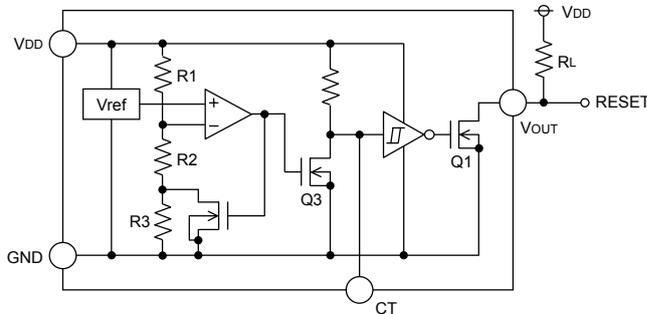
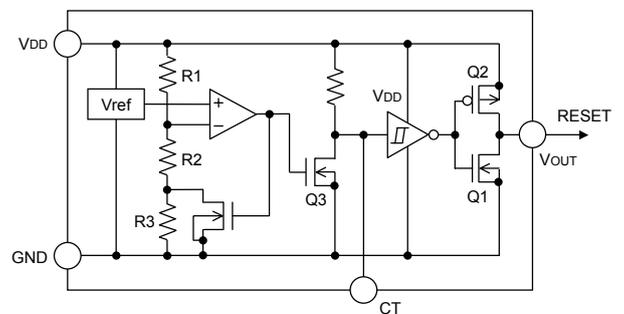

Fig.15 (BD52□□タイプ内部ブロック図)
Fig.16 (BD53□□タイプ内部ブロック図)
オープンドレインタイプ (Fig.15) と CMOS 出力タイプ (Fig.16) 共に、検出電圧及び解除電圧をスレッショルド電圧とし、VDD Pin に印加された電圧が各々のスレッショルド電圧に達した時、VOUT 端子電圧は“H”→“L”また“L”→“H”に切り換わります。BD52□□G/FVE, BD53□□G/FVE は遅延機能付のため、出力が“L”→“H”に切り換わる時、外付けコンデンサ (CCT) の値で決まる遅延時間 TPLH を設定することができます。BD52□□G/FVE シリーズでは出力形式がオープンドレイン方式であるため、プルアップ抵抗を VDD または他の電源との間に接続してください。(この場合の出力 (VOUT) H 電圧は VDD もしくは他の電源電圧になります。)
入力電源電圧 VDD を SWEEP UP 及び SWEEP DOWN させた時の入力電圧 VDD、CT 端子電圧 VCT、出力電圧 VOUT の関係は以下のようになります。(回路は P5 Fig.15,16 です。) 下図の①~⑤について説明します。
①電源投入時、VDD が動作限界電圧 (VOPL) を超え TPLH 後までの間出力は不定です。よって TPLH より VDD の立ち上がりスピードが速い場合 RESET 信号が出ない可能性があります。
②VDD が VOPL 以上でリセット解除電圧 (VDET+ΔVDET) 以下では CT 端子電圧 (VCT) は“L”で、出力 (VOUT) も“L”です。
③VDD がリセット解除電圧 (VDET+ΔVDET) 以上になると、CT 端子に接続されたコンデンサの値によって設定された遅延時間 TPLH 遅れて VOUT が“L”から“H”に切り換わります。
④電源立ち下がり時や電源瞬断時において VDD が検出電圧 (VDET) 以下になると遅延時間 TPLH 遅れて VOUT=L になります。
⑤検出電圧と解除電圧との電位差をヒステリシス幅 (ΔVDET) といいます。このヒステリシス幅以内の電源変動では出力がばたつかず、ノイズによる誤動作を防止できるよう設計されています。